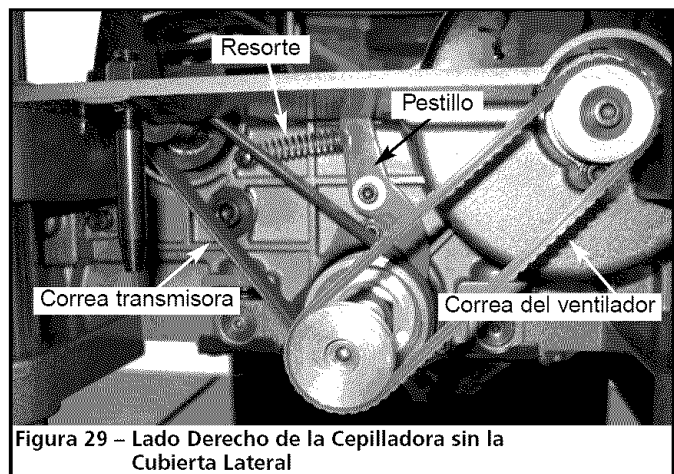

Figura 29 – Lado Derecho de la Cepilladora sin la Cubierta Lateral
- Desenganche el resorte del pestillo de manera que las poleas giren libremente (vea la Figura 29).